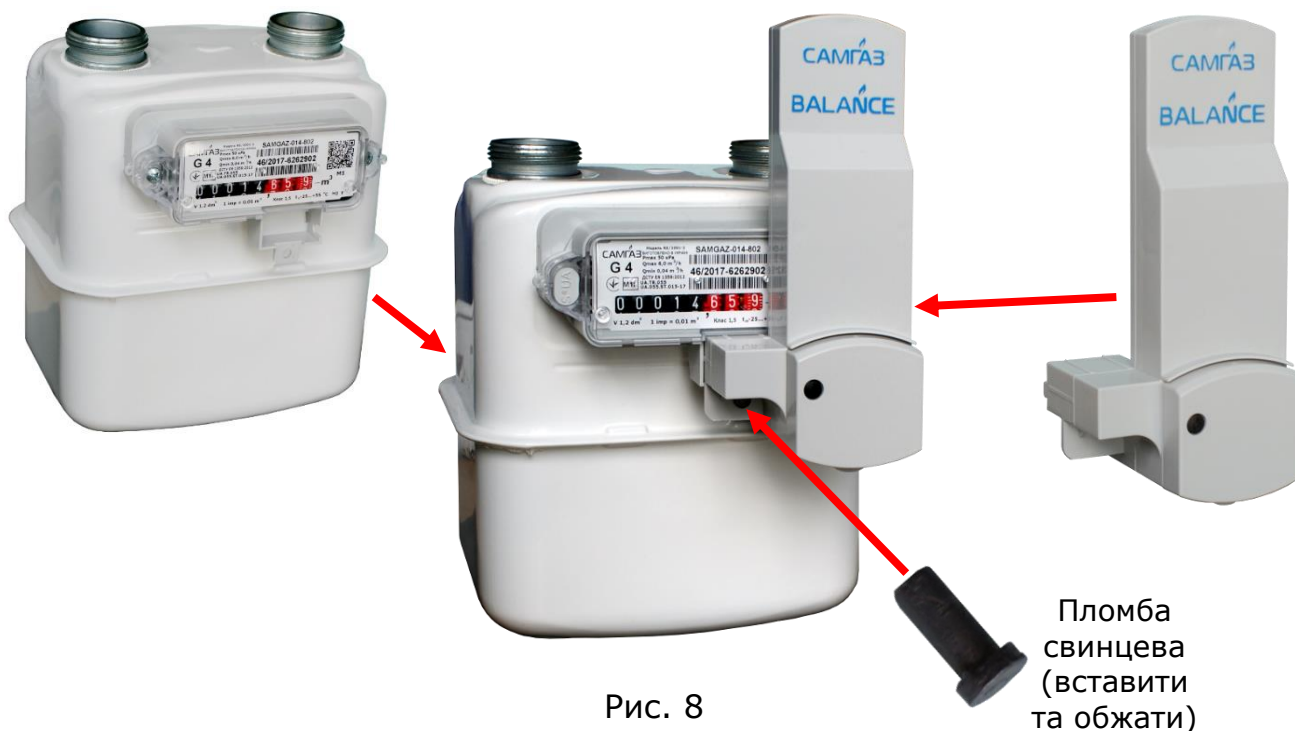

Рис. 8
Радіомодулі з вбудованим датчиком імпульсів «САМГАЗ-BLI-00» та «САМГАЗ-BLI-01» встановлюються на лічильники газу САМГАЗ модель RS/2001-2(P), RS/2001-21(P), RS/2001-22(P), RS/2.4(P), RS/2.4-1(P), RS/2.4-2(P) (починаючи з 2010 року виготовлення лічильника газу), які мають відповідного дизайну посадочне місце в корпусі лічильного механізму (суматора) лічильника газу (рис. 8).
- дістати радіомодуль з упаковки та вставити його до упору у відповідне посадочне місце відлікового механізму лічильника газу як показано на рис. 8;
- дістати пломбу свинцеву з упаковки та вставити її до упору в отвір кріплення радіомодуля як показано на рис. 8;